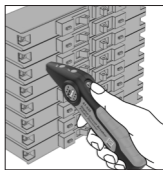

Figura 3
4. Coloque la superficie plana del extremo cónico del receptor directamente en el disyuntor o fusible como se muestra. (Figura 3) Si el receptor se mantiene en cualquier otro ángulo, pueden ocurrir lecturas inexactas.